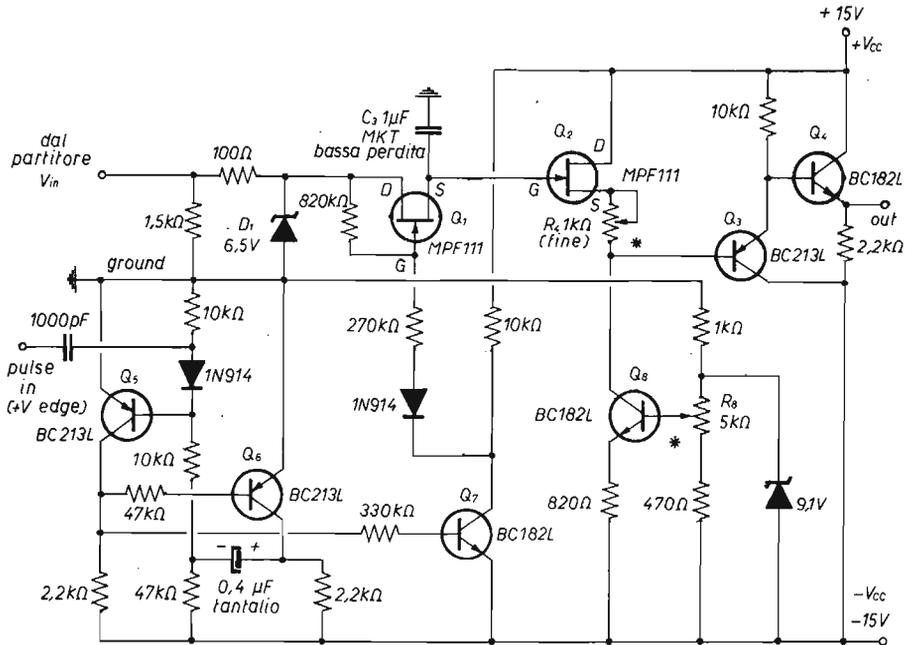

figura 6
il segnale che dirà al Sample/Holder di figura 6 di memorizzare la tensione rilevata sul partitore), e occorre sempre **rilasciare** il tasto precedente prima di premere il successivo, se no il pulse non viene generato e si creano anomalie. Le regolazioni da fare sono su  $R_1$  (Gain) e  $R_2$  (Offset) in modo da fissare per benino il « range » alle estremità della tastiera per 0 ... + 3 V.
Al solito, la figura 6 vi mostra il relativo Sampler/Holder. La sua attivazione è realizzata tramite un impulso positivo all'entrata pulse, mentre la solita cura andrà operata nella scelta del fet, ma soprattutto del condensatore  $C_3$ , che deve al solito essere a bassa perdita.
1) figura 6, pagina 1468:  $R_{v9}$  è un **trimmer** (2,5 kΩ).